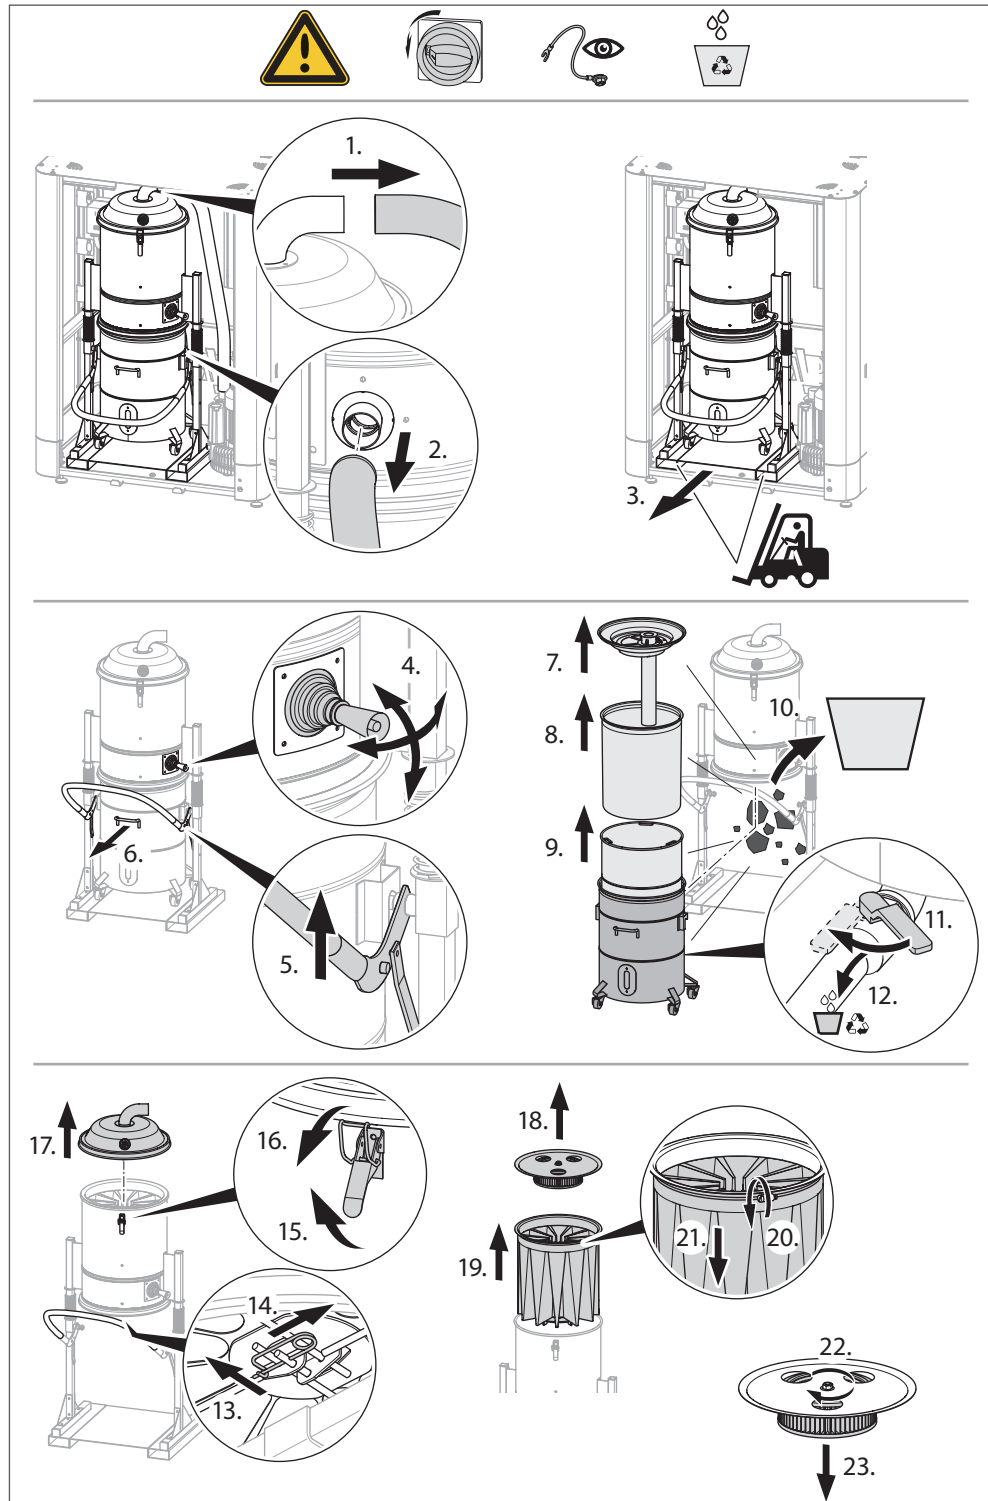

Abb. 61
- » Die Absauganlage aus dem Schrank entfernen, wie in Abb. 61 auf Seite 55 beschrieben.
- » Den Auffangbehälter und alle Filter der Absauganlage ausbauen, in Abb. 61 auf Seite 55 beschrieben.